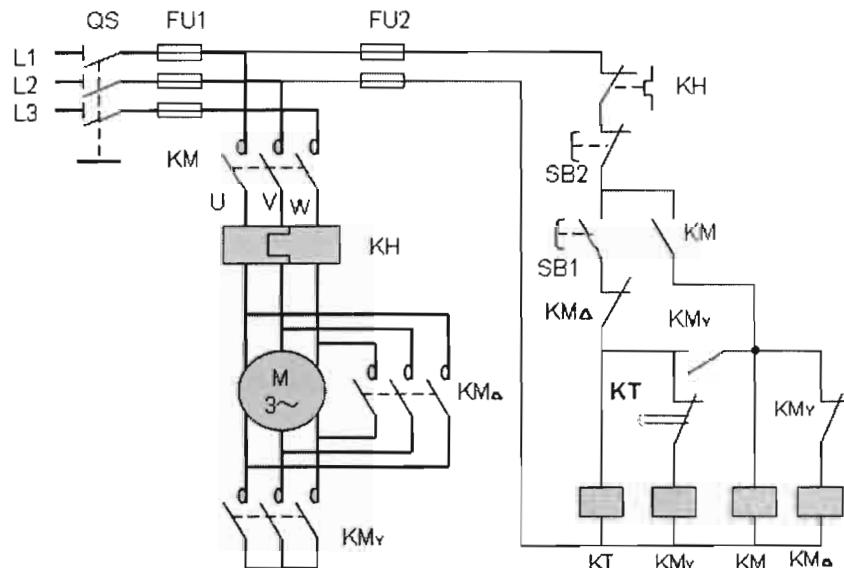

图 13-10 Y-△降压启动控制原理图
电动机启动时，把电动机的定子绕组接成星形，电动机定子绕组电压低于电源电压起动，启动即将完毕时再恢复成三角形，电动机便在额定电压下正常运行。电气原理如图 13-10 所示。
- (1) 用通电实验法观察故障现象。观察电动机、各电器及线路的工作是否正常, 若发现异常现象, 应立即断电检查。
- (2) 用逻辑分析法缩小故障范围, 并在电气原理图上(图 13-10)用虚线标出故障部位的最小范围。
- (3) 用测量法正确、迅速地找出故障点。
- (4) 根据故障点的不同情况, 采取正确的方法迅速排除故障。
- (5) 排除故障后通电试车。